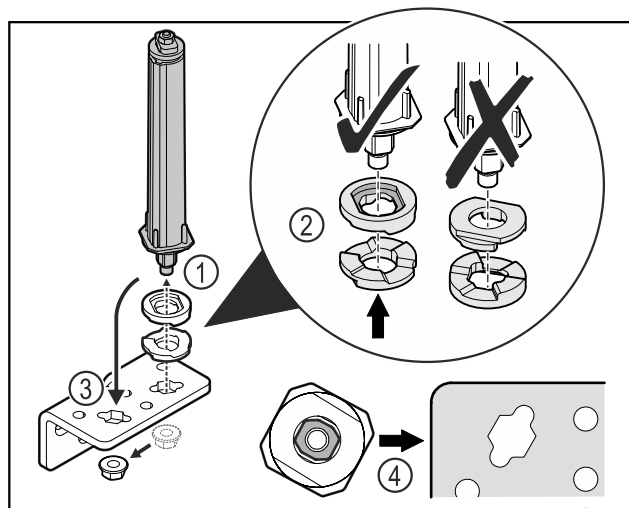

Fig. 41
- ▶ Odkręcić nakrętkę i wyjąć system blokujący drzwi Fig. 41 (1).
- ▶ Zwracać uwagę na prawidłowe ustawienie podkładek do regulacji wysokości Fig. 41 (2).
- ▶ Przełożyć system blokujący drzwi w zawiasie i zamocować nakrętką Fig. 41 (3).
- ▶ Przy wkładaniu zwracać uwagę na prawidłowe ustawienie systemu blokującego drzwi Fig. 41 (4).